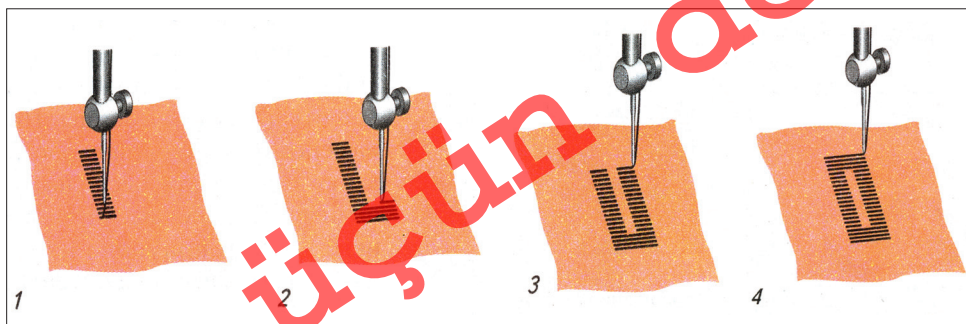

Рис. 4. Выполнение петли на швейной машине зигзагообразной строчкой
5. Иглу ставят в левое положение и прокладывают стежки по левой половине петли (рис. 4, 1).
6. Возвращают иглу в среднее положение, увеличивают ширину стежка в два раза и делают три-четыре стежка для первой закрепки (рис. 4, 2).
7. Устанавливают прежнюю ширину стежка, иглу ставят в правое положение. Прокладывают стежки по правой половине петли (рис. 4, 3).
8. В конце строчки выполняют несколько стежков двойной ширины для второй закрепки (рис. 4, 4). Дисконный переключатель устанавливают на положение прямой строчки. Делают несколько закрепочных стежков.